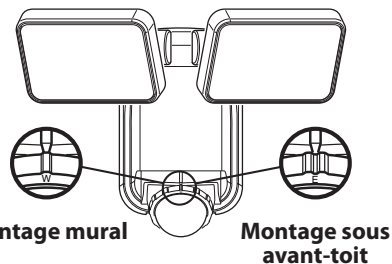

Figure 1
- Pour l'installation au mur, faites tourner l'anneau autour du capteur dans le sens horaire jusqu'à ce que la rainure unique et le « W » soient alignés avec la marque sur le devant du capteur (voir la Figure 1).
- Pour l'installation sous l'avant-toit, faites tourner l'anneau autour du capteur dans le sens antihoraire jusqu'à ce que la rainure double et le « E » soient alignés avec la marque sur le devant du capteur (voir la Figure 1).